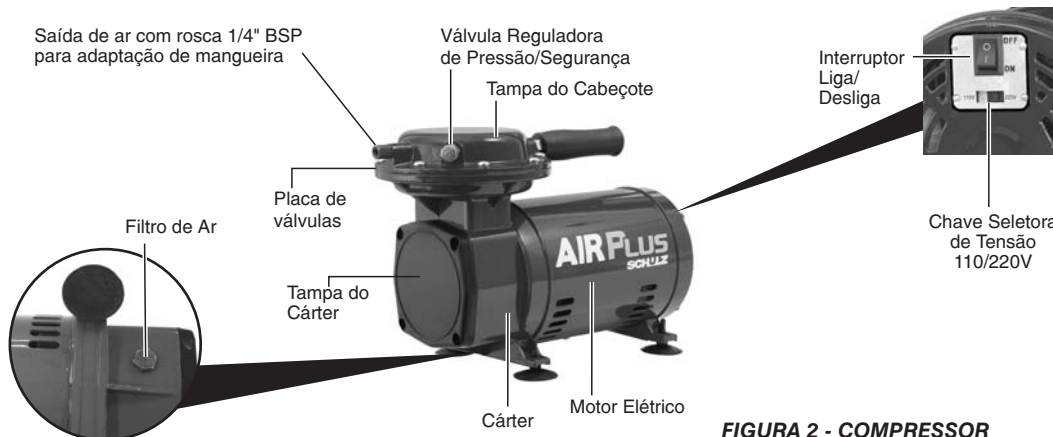

FIGURA 2 - COMPRESSOR
3. Ligue o compressor através do interruptor (Figura 2).